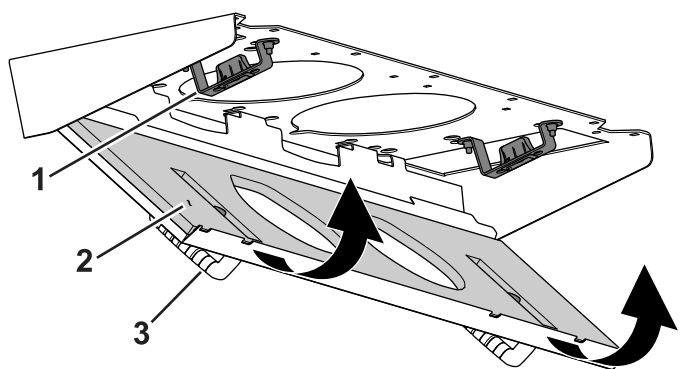

Figure 117
4. Faites pivoter le filtre sur les languettes jusqu'à ce que le pêne s'enclenche dans la gâche (Figure 117).